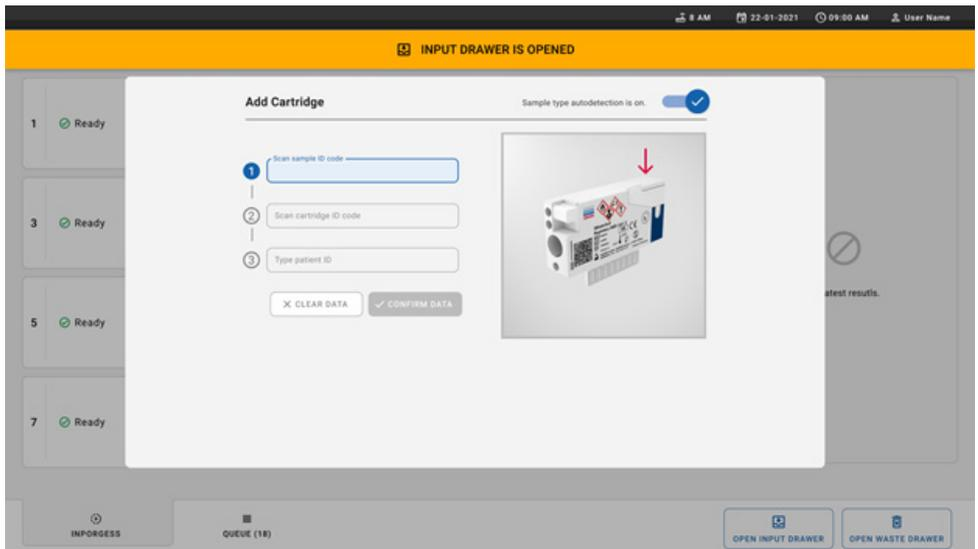

Figura 23. Tela Scan sample ID (Ler o ID da amostra).
7. A caixa de diálogo **Add Cartridge** (Adicionar cartucho) aparece e o scanner na parte frontal do instrumento será ativado. Efetue a leitura do código de barras de Sample ID (ID da amostra) na parte superior do QIAstat-Dx Respiratory SARS-CoV-2 Panel Cartridge na parte frontal do instrumento (posição indicada pela seta [Figura 23]).